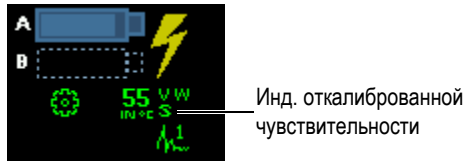

Рис. 5-15 Индикатор откалиброванной чувствительности (S)
Чувствительность теперь откалибрована. В верхнем левом углу экрана, индикатор калибровки чувствительности (S) становится зеленым (см. Рис. 5-15 на стр. 140).